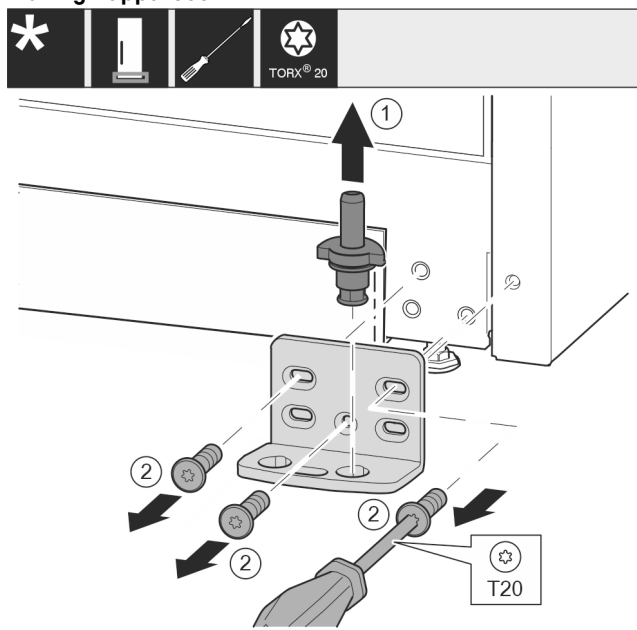

Fig. 12
- ▶ Estrarre completamente il perno di supporto verso l'alto. Fig. 12 (1)
- ▶ Svitare le viti con il cacciavite T20 e rimuovere il blocco di supporto. Fig. 12 (2)